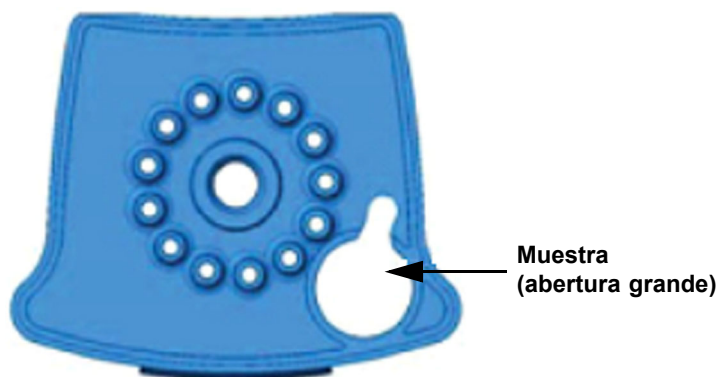

Figura 1. Cartucho del ensayo Xpert SA Nasal Complete (vista superior)
5. Abra la tapa del cartucho. Con una pipeta de transferencia estéril (no suministrada), transfiera todo el contenido del reactivo de elución a la cámara «S» del cartucho del ensayo Xpert SA Nasal Complete. Consulte la Figura 1.